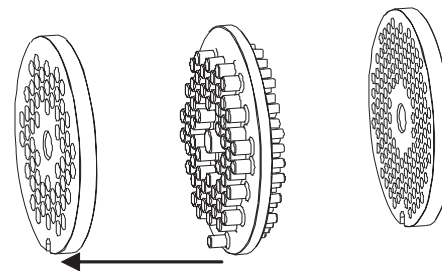

Figura 09
Para remover algum resíduo de carne que ficaram grudados nos discos (07, 08 ou 09), alinhar os furos com o disco para limpeza (03) e empurrá-lo contra o disco a ser limpo (conforme figura 09). Toda a carne que permanecer grudada no disco será empurrada para fora. Se ainda houver resíduos, lavar o disco com uma esponja macia e água de sabão.